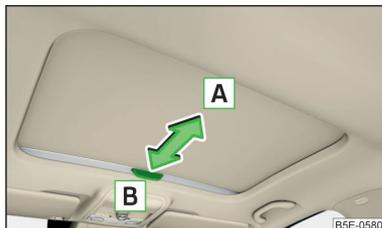

Abb. 45
- › Zum **Öffnen** den Griff in Pfeilrichtung **A** ziehen » Abb. 45.